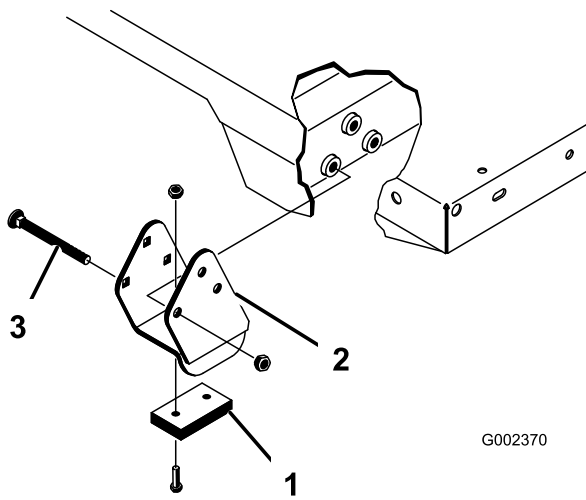

図 35
注 スペーサブラケットとウェアブロック 図 35 はキャリッジボルトで固定しますが、このボルトは必ず頭を車両の内側に向けてください。
2. 荷台を慎重に車両フレームの上に乗せる 後部にある荷台のピボットプレートの穴とリアフレームチャンネル鋼材の穴を揃えて、クレビスピンとリンチピン各2個を取り付ける 図 35。
4. クレビスピンは荷台の外側から差し込み、リンチピンが荷台の外側に向いているようにする 図 35。